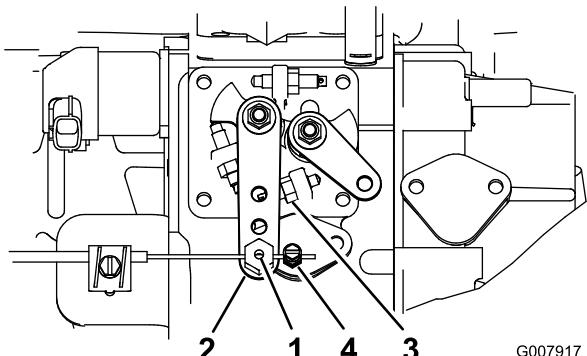

Figura 42
- Desaperte o conector do cabo do regulador, no cabo do regulador, junto da alavanca da bomba de injeção (Figura 42).
- Mantenha o braço da alavanca da bomba de injeção contra o travão de ralenti elevado (Figura 42).